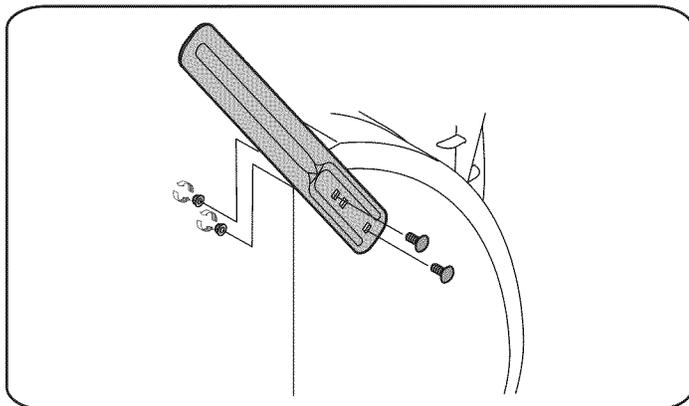

Figure 8
2. Gire a la deriva y la posición en torno a los cortadores de ellos, como se muestra en la Fig. 8 to the outside of the auger housing.